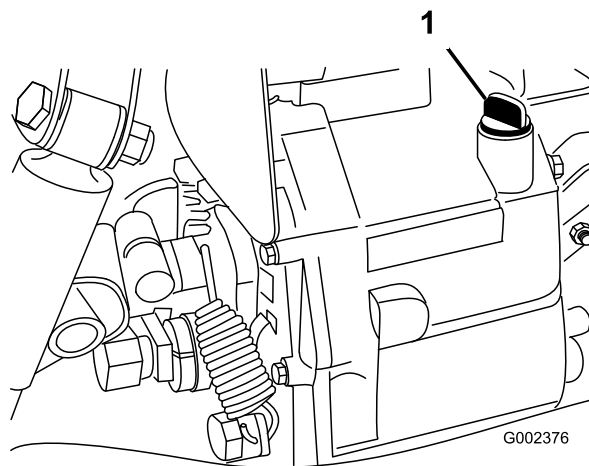

Figura 18
2. Limpie la zona alrededor de la varilla (Figura 18).